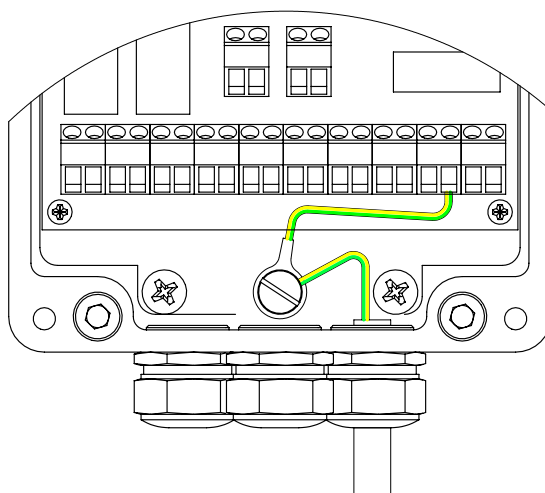

Figure 2-5 Connection de la mise à terre lors de l'alimentation en 230, 115 ou 48 VAC
4. Lors de l'alimentation en tension alternative 230 VAC, 115 VAC ou 48 VAC, la connection à la mise à terre est indispensable et est à réaliser selon la *figure 2-5* :